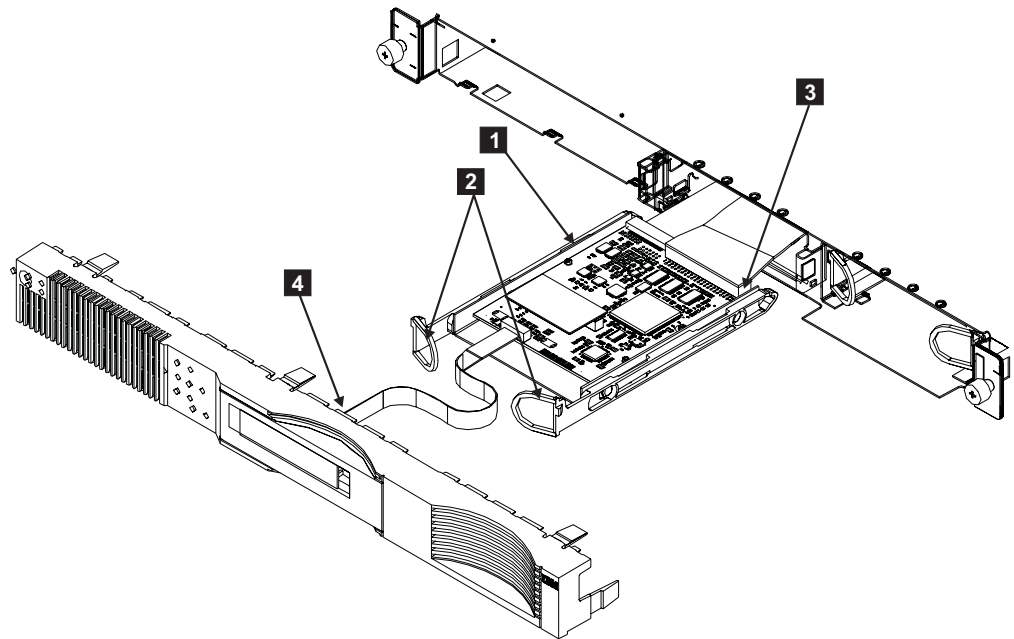

図 102. SAN ボリューム・コントローラー 2145-4F2 サービス・コントローラー
- 2つのハンドル (図 102の **2**) を引いてラッチを外します。